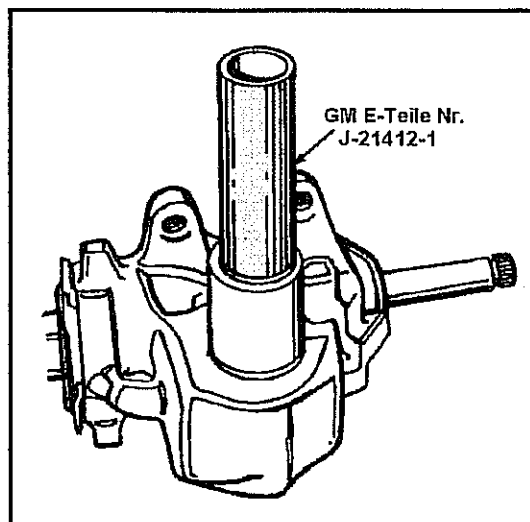

Abb. 7-11 Ersetzen des Dichtrings der Lenkstockhebelwelle
- Neuen Dichtring mit für Lenkgetriebe vorgesehenem Schmiermittel vorschmieren und wie in Abb. 7-11 gezeigt im Gehäuse montieren.